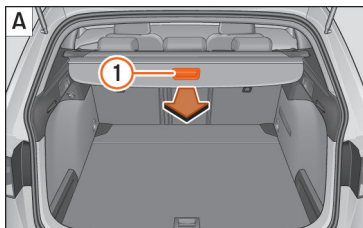

Fig. 139 Nel bagagliaio: srotolare e arrotolare il pianale.
• Tirare in modo uniforme all'indietro la maniglia di appiglio del pianale »» fig. 139 ① [A] ed estrarla al massimo finché non si sente uno scatto.
• Premere la maniglia di appiglio del pianale nel senso della freccia, fino a sbloccarlo »» fig. 139 [B].